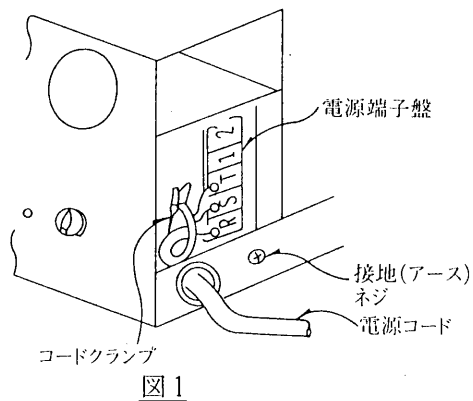

図1
(4)MD-25TE(-L), 40TE1(-L), 60TE1(-L), 80TE1(-L)形は、図1のように前パネルをはずして電源端子盤に電源線を接続してください。